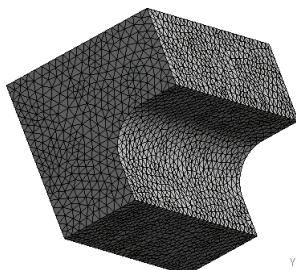

图 21-12 子模型网格
1) 选择 Mechanical 界面左侧 Outline 树结构图中的 Mesh 选项, 此时可在 Details of “Mesh” 细节窗口中修改网格参数, 本例中采用默认设置, 结果如图 21-12 所示。